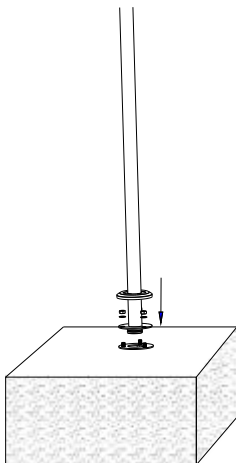

Рисунок 3
- 5) Установите насадку в трубопровод и герметизируйте водонепроницаемым материалом. Поместите уплотнительное кольцо на нижнюю часть насадки, направьте насадку головкой в сторону бассейна и затяните гайками с помощью ключа (Рисунок 3 и 4).